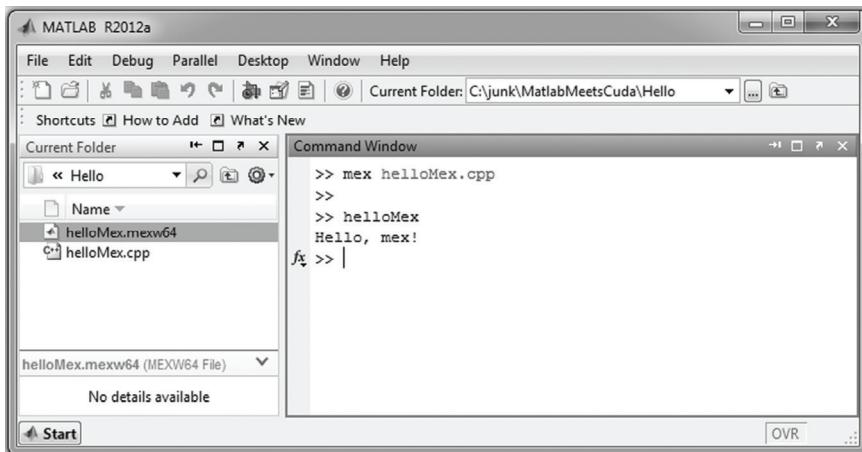

图 2.7 在命令窗口运行 HelloMex
**步骤 7** 在命令窗口输入相应指令，就能向 c-mex 说“Hello”了，如图 2.7 所示。